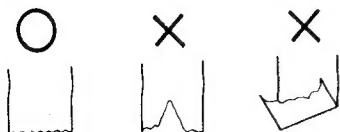

Fig. 4
5. Legen Sie die neue Rolle ein und trennen Sie den Papieranfang gerade ab, siehe Abb.1 und Abb.4.